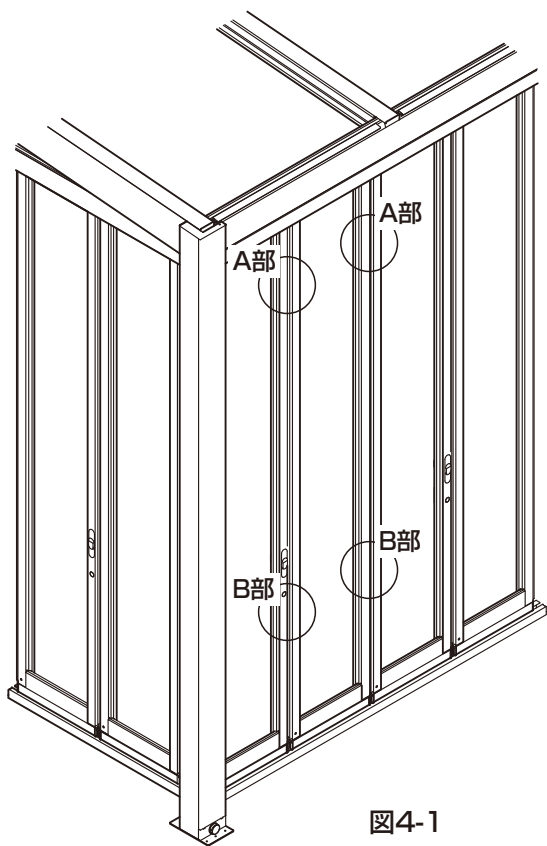

図4-1
- ① ストッパーゴムを縦棧カバーの4箇所にはめ込んでください。(図4-1、図4-2参照)